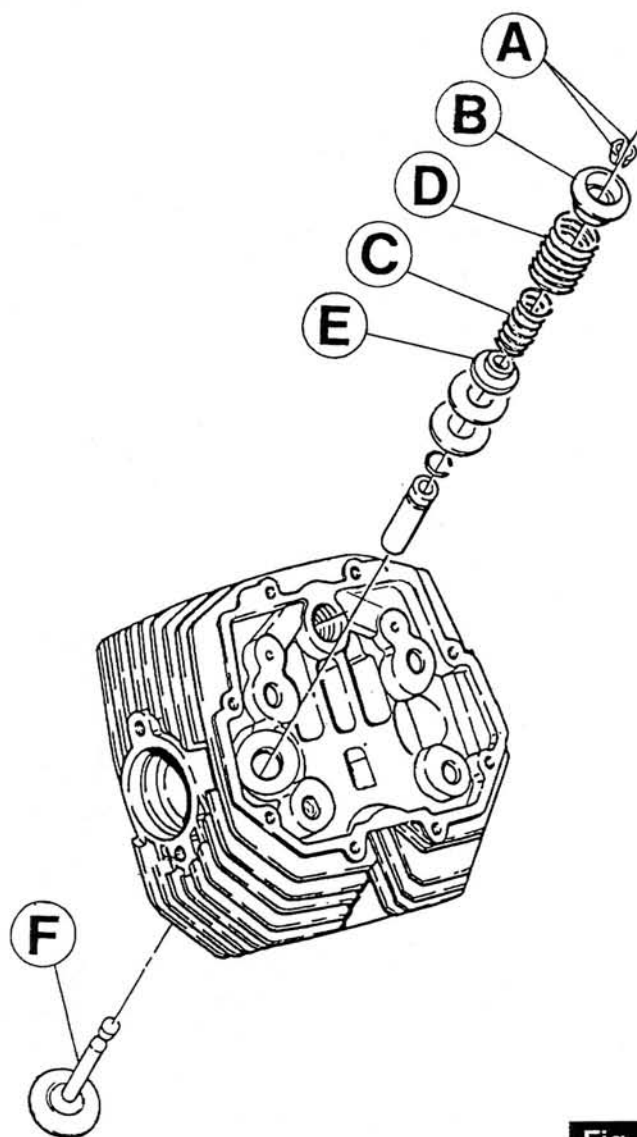

Fig. 72
- placez l'outil «G» de la Fig. 72 (code 10 90 72 00) sur le plateau supérieur au centre du champignon de la soupape que l'on veut déposer;
- Vissez la vis de l'outil jusqu'à ce qu'il soit en traction, frappez ensuite avec un maillet sur la tête de l'outil (où il travaille sur le plateau supérieur) de façon à décoller les deux demi-cônes «A» du plateau supérieur «B» (voir fig. 72);
- Das Werkzeug «G» aus Abb. 72 (Kennr. 10 90 72 00) auf den oberen Teller und in der Mitte des Pilzes des Ventils, welches man ausbauen möchte, ausrichten.
- Die Schraube des Werkzeugs solange einschrauben, bis sie auf Zug ist, dann mit einem Hammer auf den Werkzeugkopf (dort wo er auf dem oberen Teller arbeitet) klopfen, so daß die beiden Halbkugel «A» vom oberen Teller «B» getrennt werden (siehe Abb. 72).